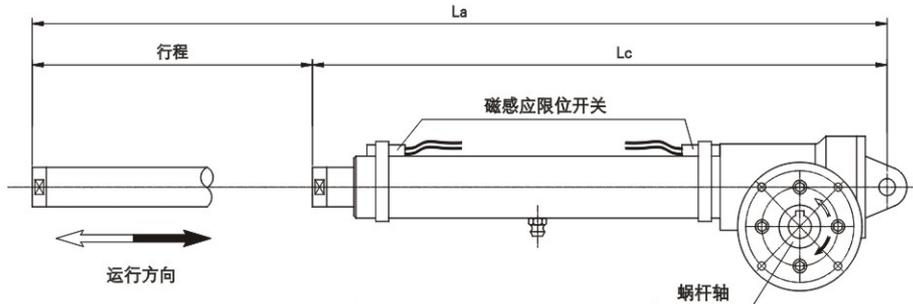

图1.8 带磁感应式限位开关的推杆
磁感应开关FCM（图1.8）固定于推杆缸体外侧，由缸体内部推杆末端的环行磁铁感应而改变状态。两个磁感应开关的距离可调整，最小10mm。
- c) 如果需要，调节限位开关对应滑块的轴向位置(图1.8)，以使推杆达到极限位置。注意伸出的限位开关的位置不应超出外管上面的圆形标志。